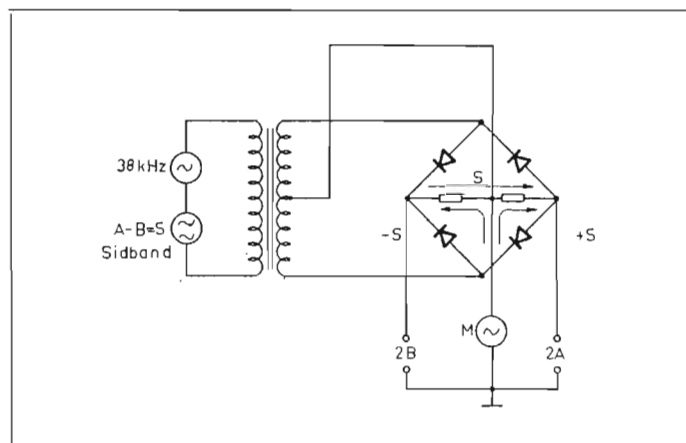

Fig 11
Man kan även tillföra summasignalen i diodbryggans mittpunkt, så som visas i fig. 11.
Elektronkopplaren är inrymd i en låda av standardformat med 205 mm bredd, 70 mm höjd och 135 mm djup. Alla anslutningskontakter samt de två potentiometrarna P2 och P3 i ingångskretsen I och II resp. potentiometern P1 för lägesförskjutning är monterade på frontpanelen, se fig. 10 samt borrplanen i fig. 11.
Omkopplaren O1A—O1D, en 2-gangs, 2-polig, 5-vägs omkopplare, är liksom kretskorten 2 och 3 monterade på en mellanvägg (A) i chassiet — se fig. 11. På apparatlådans baksida, vända in mot lådan, är batterierna placerade i en batterihållare av bockad 1 mm aluminiumplåt — (B) i fig. 11. Kretskort 1 är med en vinkel av aluminiumplåt fäst vid apparatlådans botten.
Sedan alla hål borrats enligt borrplanen i fig. 11 sätts lådan ihop för att man skall kunna kontrollera att alla borrhål hamnat där de skall. Batterihållaren (B) och mellanväggen (A) sätts fast med hjälp av självgängande skruv (»plåtskruv») med 3,5 mm diameter. Vid denna provmontering skall O1 vara fastsatt på mellanväggen så att man kan kontrollera att hålet i fronten för omkopplaxeln passar.